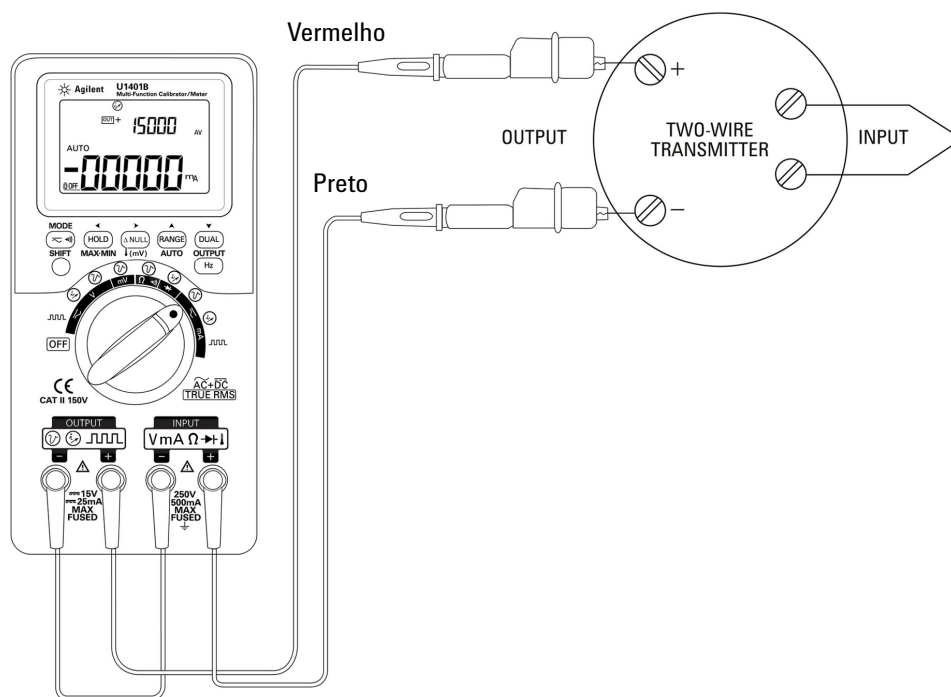

Figura 5-16 Verificar um transmissor bifilar
- 2 Conecte o fio jacaré vermelho entre o terminal de saída positivo do instrumento e o terminal de saída positivo do transmissor bifilar. Consulte a **Figura 5-16 na página 114**.